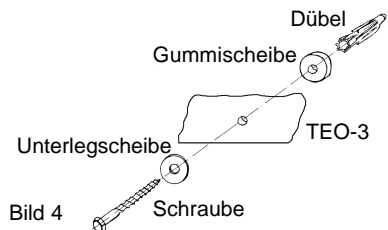

Bild 4
3. Gerät mit mit unterer Befestigungsschraube lose an der Wand befestigen, siehe Bild 4.